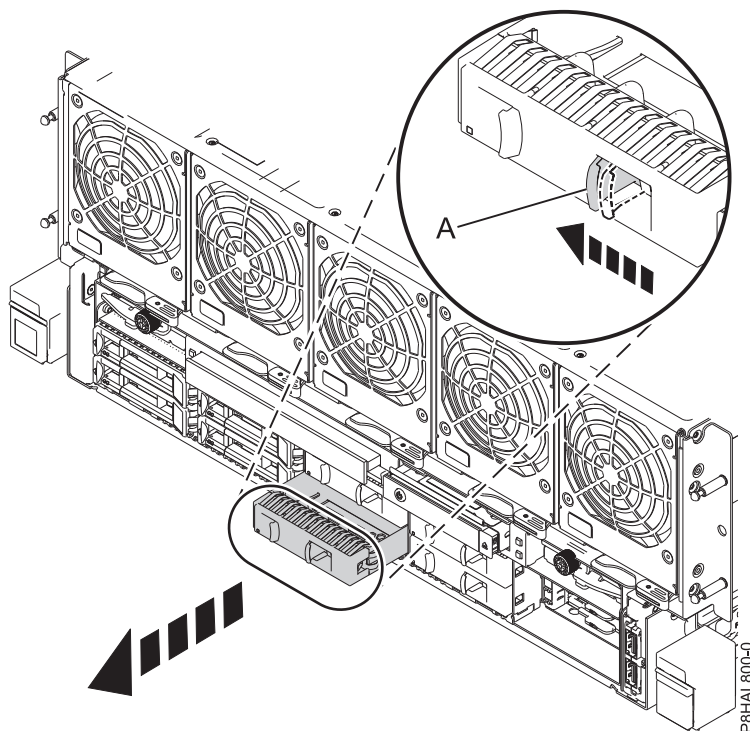

Figura 12. Extracció d'un panell de reblliment d'una unitat de disc d'un sistema 8408-44E o 8408-E8E
- a. Empenyeu la peça de bloqueig (**A**) de la nansa del panell de rebliment en la direcció que es mostra a la Figura 12 a la pàgina 21.